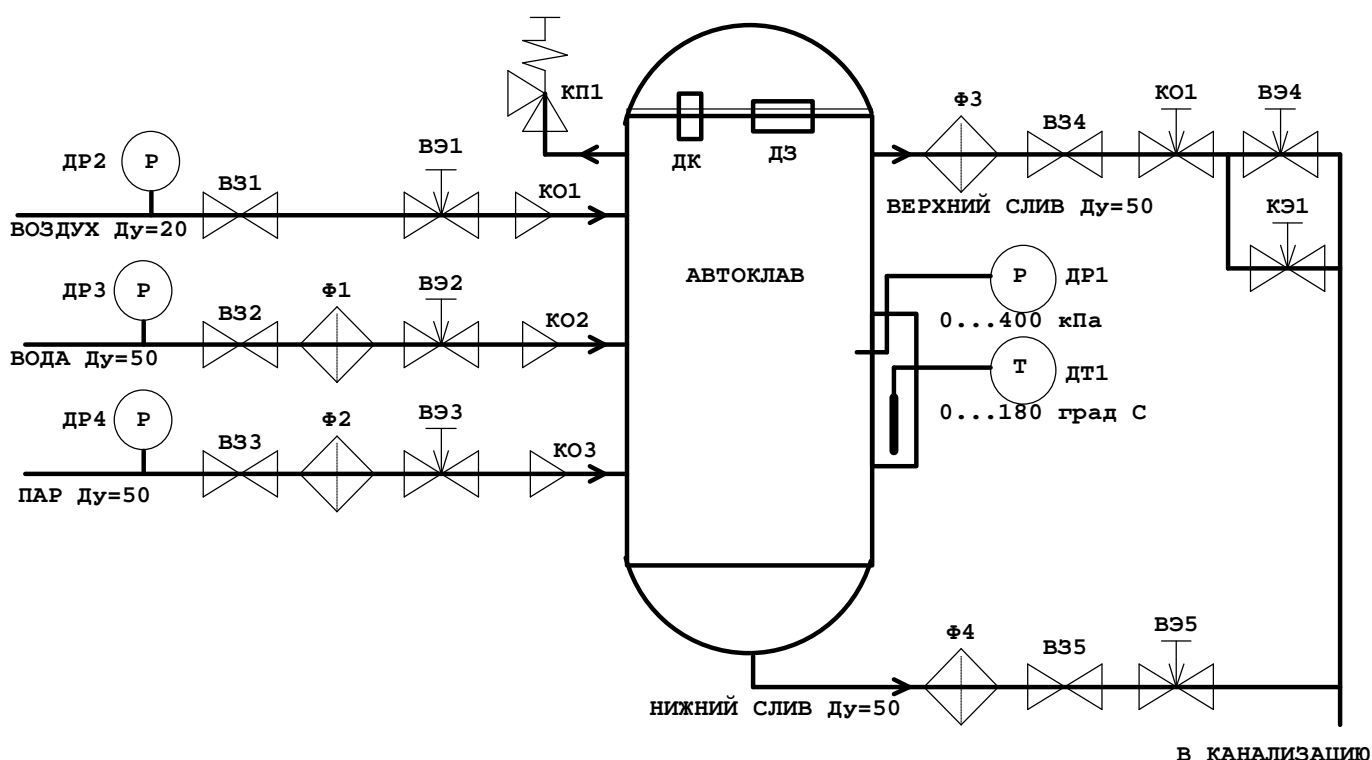

Рис. 1
3.1. Схема подключения оборудования и КИП, входящих в АСУ приведена на рис.1. Спецификация оборудования приведена в разделе 4 "Комплект поставки".
5.1. Типичный состав оборудования входящего в состав системы управления АСУ-АВ-02 приведен на структурной схеме рис.1.